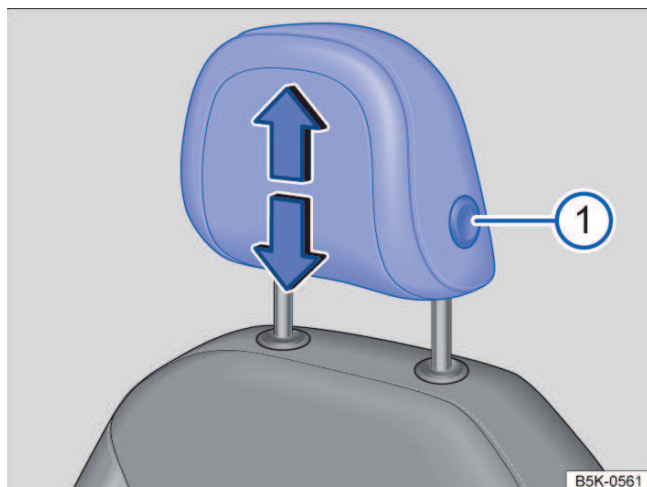

Fig. 68 Apoio para cabeça dianteiro: ajustar.
- Deslocar o apoio para cabeça para cima ou para baixo na direção da seta com o botão → Fig. 68 ① pressionado → ⚠️ em *Introdução ao tema* na página 84.